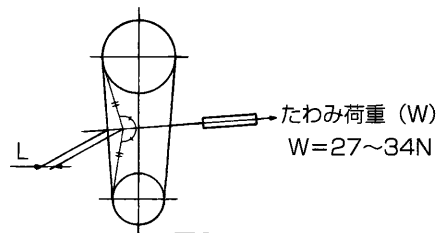

図2
2. ベルトの1本当たりの張力は、たわみ量（L）の値を下式にて計算し、その時のたわみ荷重（W）が図2の範囲内になるようにセットしてください。